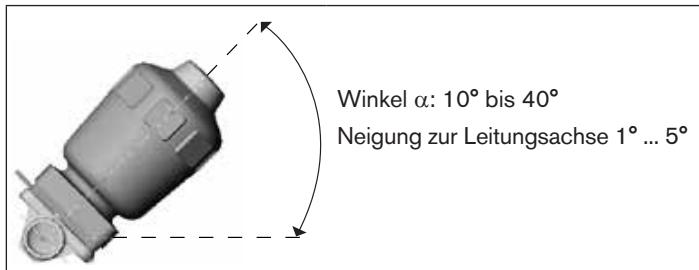

Bild 12: Einbaulage zur Selbstentleerung des Gehäuses
- Gehäuse um den Winkel $\alpha = 10^\circ$ bis 40° geneigt zur Horizontalen einbauen (siehe „Bild 12“).